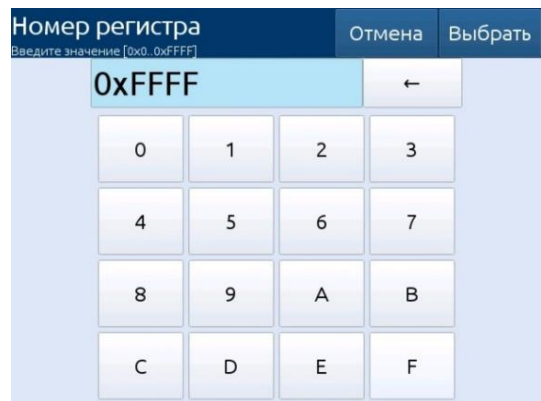

Рисунок 2.21 – Редактор величин «Шестнадцатеричная система»
- в шестнадцатеричной системе (см. рисунок 2.21).